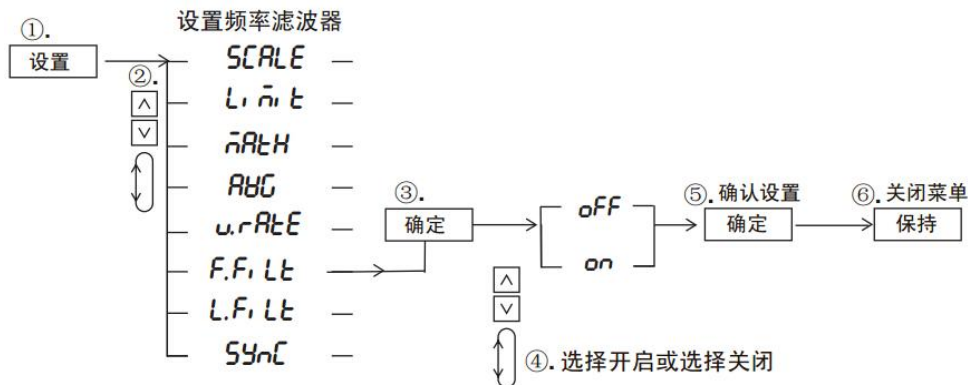

图 6.3 频率滤波器菜单设置流程
频率滤波器的菜单设置流程如图 6.3 所示。按照如图 6.3 所示的频率滤波器菜单设置流程，在设置菜单里选择频率滤波器 F.FILT，该频率滤波器的截止频率固定为 500Hz；用户只须选择滤波器是 OFF（关闭）或 ON（开启），如图 6.5 所示。当开启频率滤波器，如图 6.4 标注③处对应的频率滤波器指示灯会亮，否则会灭。